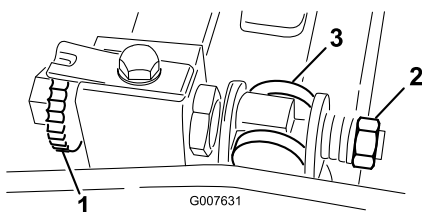

Figure 48
1. Tournez la vis de réglage de la barre d'appui dans le sens anti-horaire pour éloigner la contre-lame du cylindre (Figure 48).
2. Faites sortir l'écrou de tension du ressort jusqu'à ce que la rondelle ne soit plus tendue contre la barre d'appui (Figure 48).